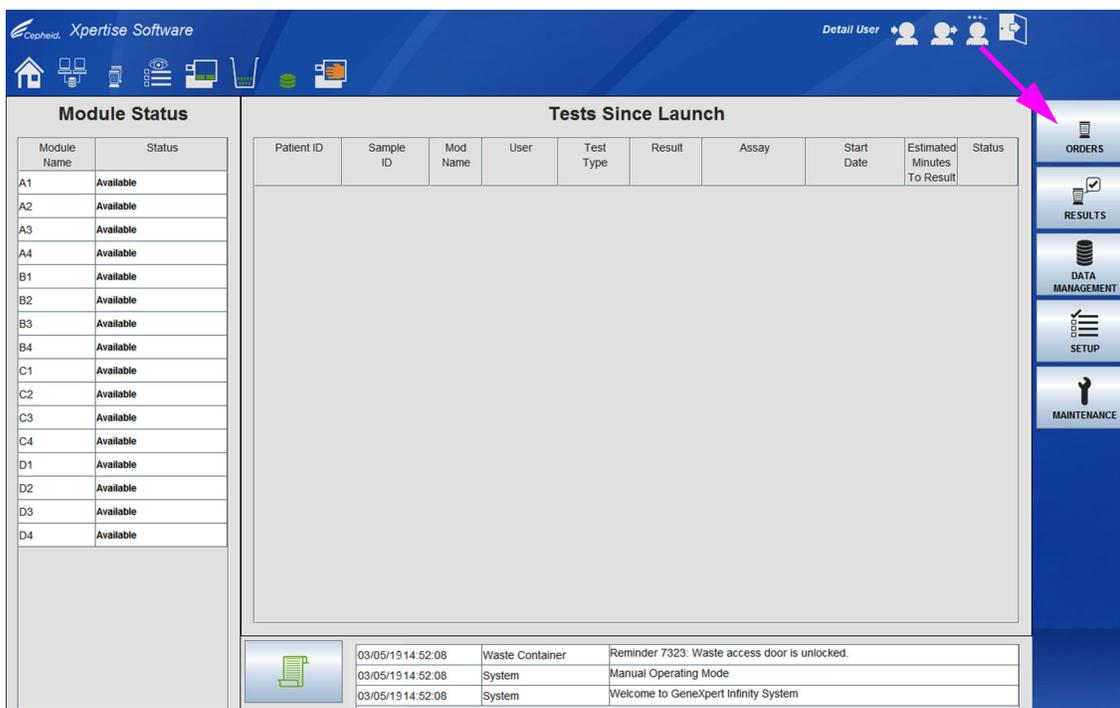
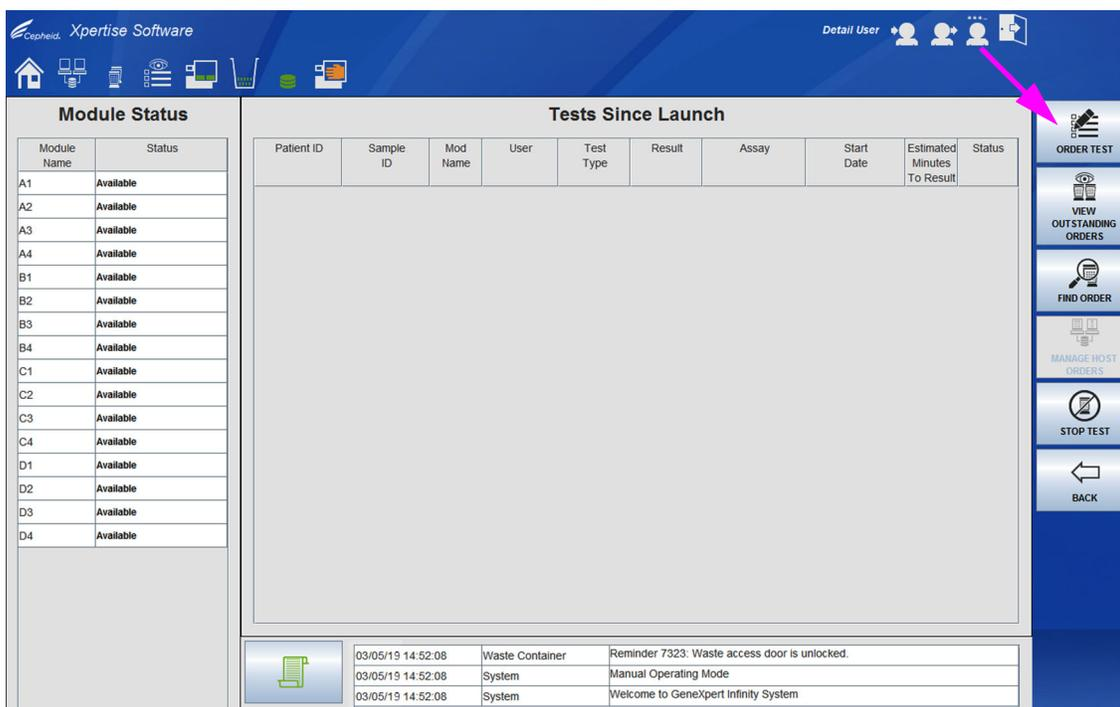
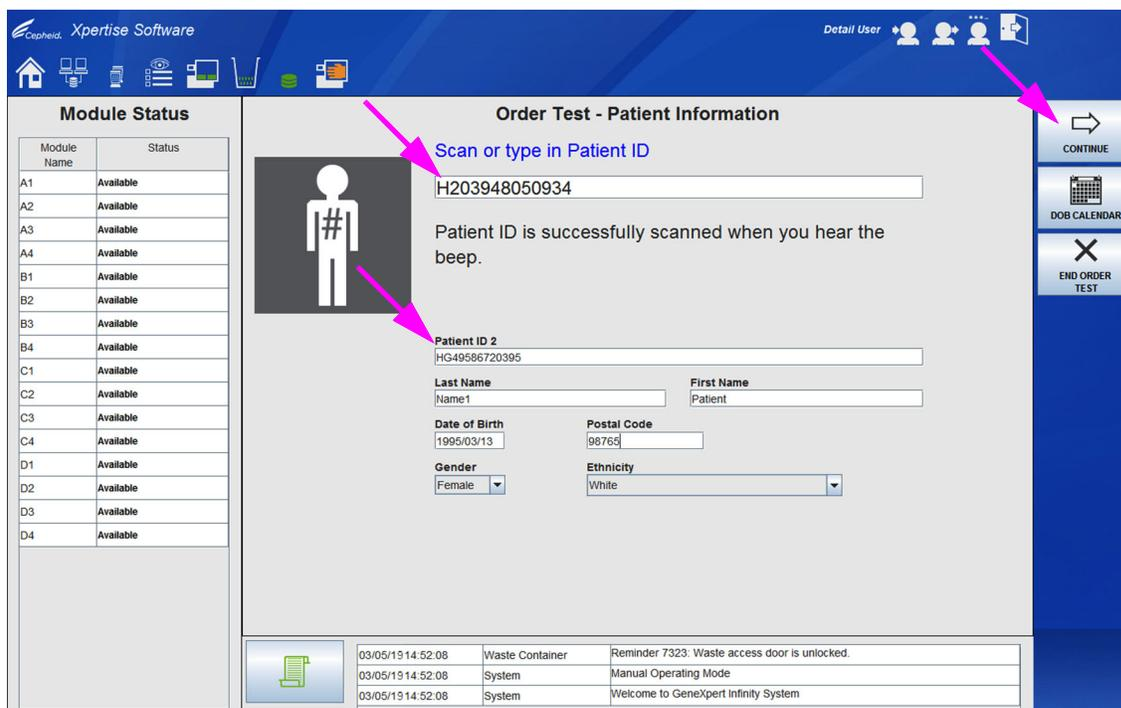
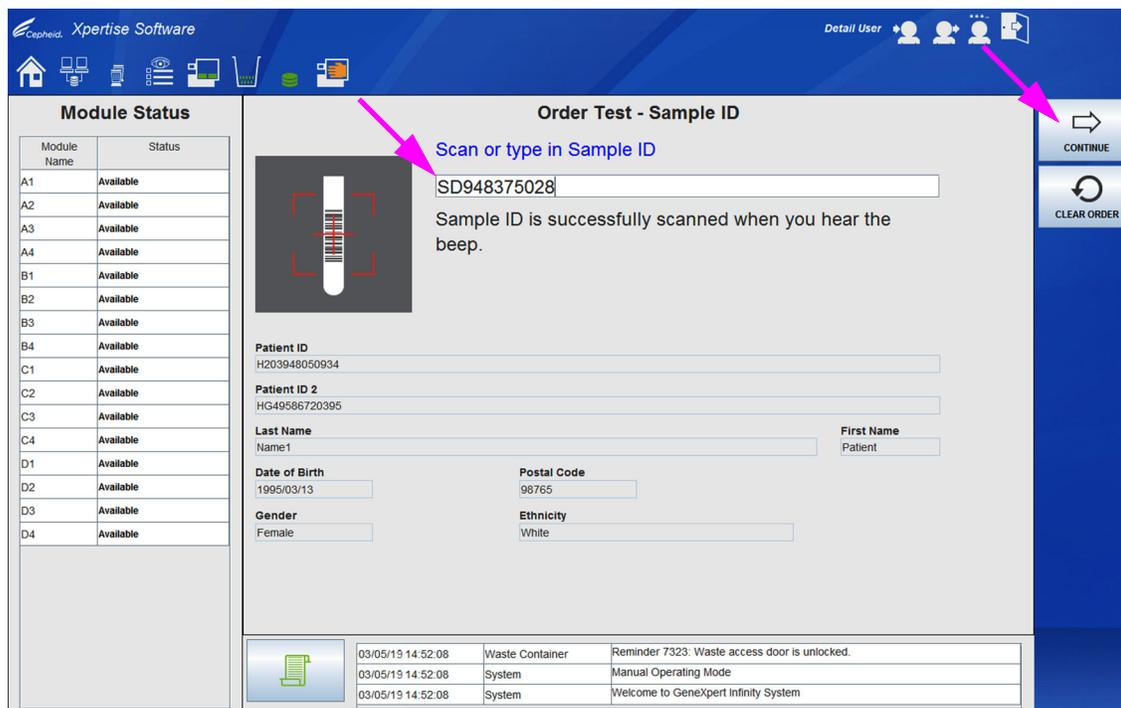

图 5-99. Xpertise 软件主页工作区
图 5-100. 指令菜单
图 5-101. 指令测试 - 患者 ID (Order Test - Patient ID) 工作区
图 5-102. 指令测试 - 样品 ID (Order Test - Sample ID) 工作区
1. 在 Xpertise 软件主页工作区中，选择**指令 (ORDERS)** 按钮（请参见图 5-99）。将显示指令工作区。请参见图 5-100。
2. 选择**指令测试 (ORDER TEST)** 按钮（请参见图 5-100）。如果启用了患者 ID (Patient ID)，则显示指令测试 - 患者 ID (Order Test - Patient ID) 工作区。请参见图 5-101。如果没有启用患者 ID (Patient ID)，则显示指令测试 - 样品 ID (Order Test - Sample ID) 工作区。请参见图 5-102。
- A. 在指令测试 - 患者信息 (Order Test - Patient Information) 工作区，输入**患者 ID (Patient ID)**（如果启用了患者信息 [Patient Information] 工作区）。请参见图 5-101。
- B. 如果启用了**患者 ID 2 (Patient ID 2)**，输入**患者 ID 2 (Patient ID 2)** 信息。请参见图 5-101。
- C. 如果启用了患者姓名字段，在相应的字段中输入患者的名字和姓氏。请参见图 5-101。
- D. 如果启用了患者基本信息字段，则输入出生日期 (Date of Birth) 信息。请参见图 5-101。
- a. 如需使用出生日期 (Date of Birth) 工作区输入出生日期，选择指令测试 - 患者信息 (Order Test - Patient Information) 工作区的生日日历 (DOB CALENDAR) 按钮（请参见图 5-101）。将显示出生日期 (Date of Birth) 工作区。请参见图 5-29。
- e. 按下确定 (OK) 按钮。出生日期 (Date of Birth) 工作区将关闭，日期将填入指令测试 - 患者 ID (Order Test - Patient ID) 工作区的出生日期 (Date of Birth) 字段。请参见图 5-101。
3. 选择**继续 (CONTINUE)**按钮（请参见图 5-101）。显示指令测试 - 样品 ID (Order Test - Sample ID) 工作区。请参见图 5-102。
4. 在指令测试 - 样品 ID (Order Test - Sample ID) 工作区，扫描或输入样品 ID (Sample ID)，然后选择**继续 (CONTINUE)**按钮（请参见图 5-102）。显示指令测试 - 检测法 (Order Test - Assay) 工作区。请参见图 5-103。
如果想指令下一个测试，选择**指令下一个测试 (ORDER NEXT TEST)** 按钮。将显示使用手动模式装入另一个模块的 Xpertise 工作区。请参见图 5-101。
如果不想指令另一个测试，选择**结束指令测试 (END ORDER TEST)** 按钮。将显示 Xpertise 软件主页工作区。请参见图 5-100。